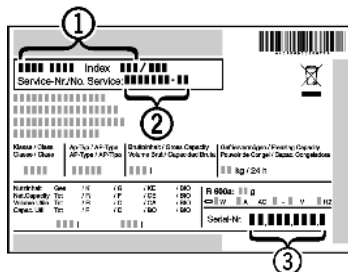

Fig. 6
- ▶ Identificați denumirea aparatului Fig. 6 (1), numărul de service Fig. 6 (2) și numărul de serie Fig. 6 (3) pe marca de fabricație. Marca de fabricație se află pe partea stângă în interiorul aparatului.
- ▶ Informați serviciul de asistență a clienților și comunicați tipul defecțiunii, denumirea aparatului Fig. 6 (1), numărul de service Fig. 6 (2) și numărul de serie Fig. 6 (3).